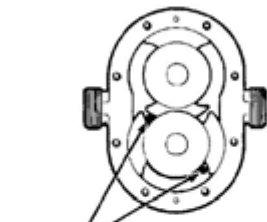

Abb.34 Abzieher anbringen
5. Richten Sie die Rotoren im Uhrzeigersinn gegeneinander aus und entnehmen Sie den Rotor zuerst, der mit beiden Flügeln freiliegt. Handhaben Sie den Rotor vorsichtig, um Beschädigungen zu vermeiden. Bei feststeckenden Rotoren benutzen Sie einen Abzieher oder Hartholz-Hebel, um ihn von der Zahnung zu ziehen (Abb.34).